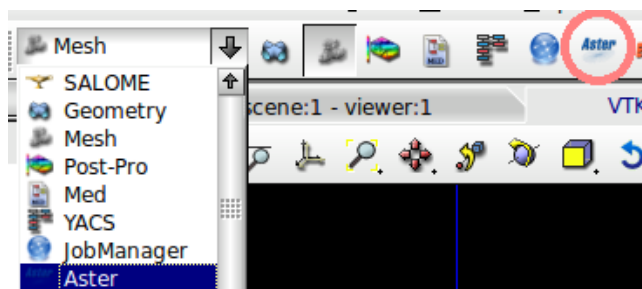

図 16 Aster
① Mesh→Aster を選択するか図 16 の赤丸で示す部分を選択して[Aster]モードに変更する。